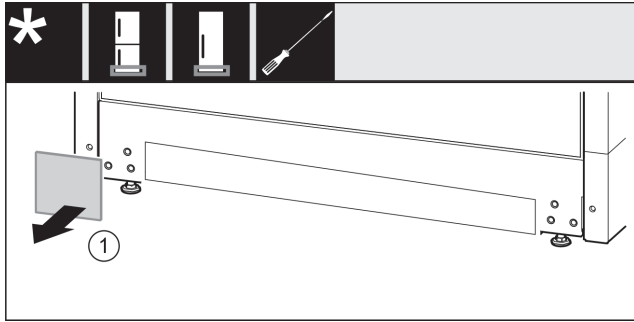

Fig. 35
► Hiqni kapakun mbulues. Fig. 35 (1)